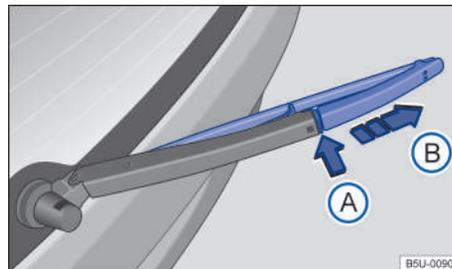

Fig. 200 Sustituir la escobilla del limpialuneta.
- Mantener presionada la tecla de desbloqueo → fig. 200 ①.
- Retirar la escobilla del limpiaventana en el sentido de la flecha ②.